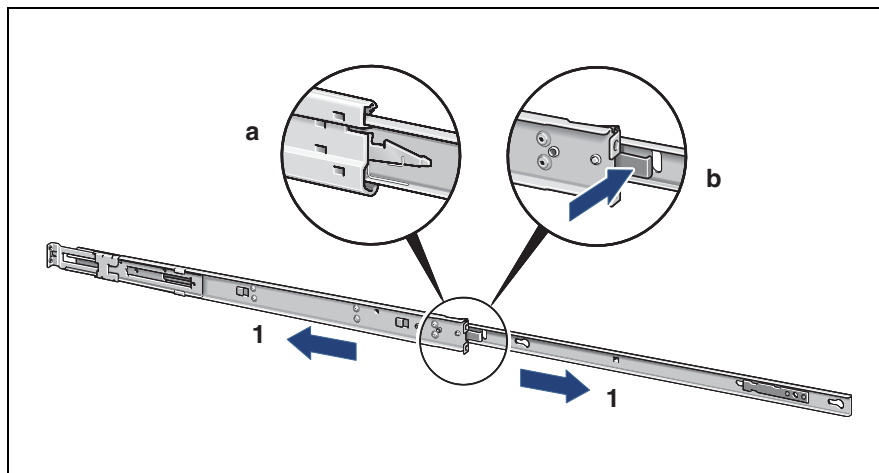

Bild 4: Äußere Teleskopschiene entfernen
- ▶ Entfernen Sie die äußere Teleskopschiene wie auf Seite 44 \(Bild 4\) beschrieben.